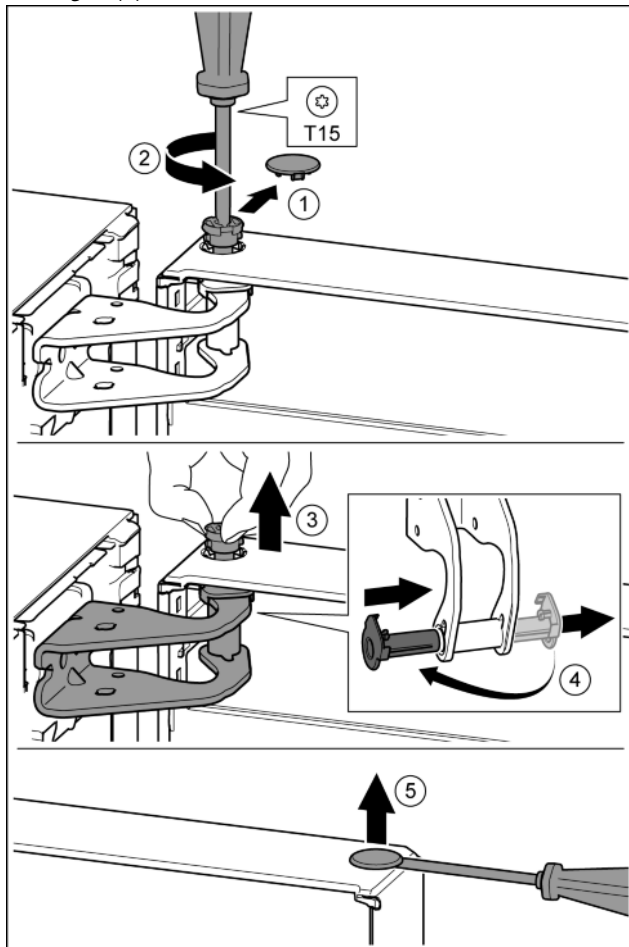

Fig. 8
- ▶ Ostrożnie zdjąć osłonę zabezpieczającą. Fig. 8 (1)
- ▶ Sworzeń wykręcić nieco przy pomocy śrubokręta T15. Fig. 8 (2)
- ▶ Przytrzymać drzwi i wyjąć sworzeń palcami. Fig. 8 (3)
- ▶ Tuleję łożyskową wyjąć z prowadnicy. Założyć z drugiej strony i zazębnić. Fig. 8 (4)
- ▶ Zatyckę ostrożnie podważyć przy pomocy śrubokręta i wyjąć z tulei łożyskowej drzwi. Fig. 8 (5)